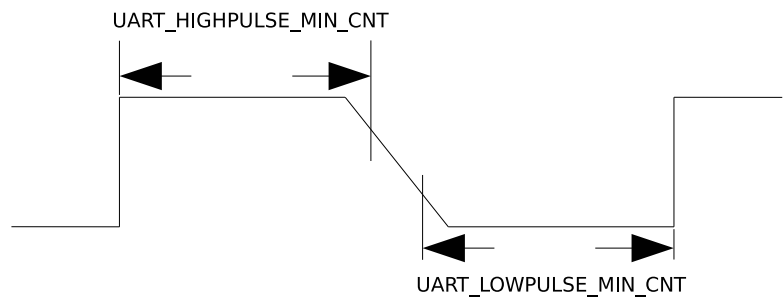

图 26.4-3. UART 信号下降沿较差时序图
- 2. 对于 UART 信号的下降沿信号比较差的情况，如图 26.4-3 所示，这时通过取 `UART_LOWPULSE_MIN_CNT` 与 `UART_HIGHPULSE_MIN_CNT` 的和平均得到的值不准确，可以通过 `UART_POSEDGE_MIN_CNT` 获取发送方波特率。计算公式如下：